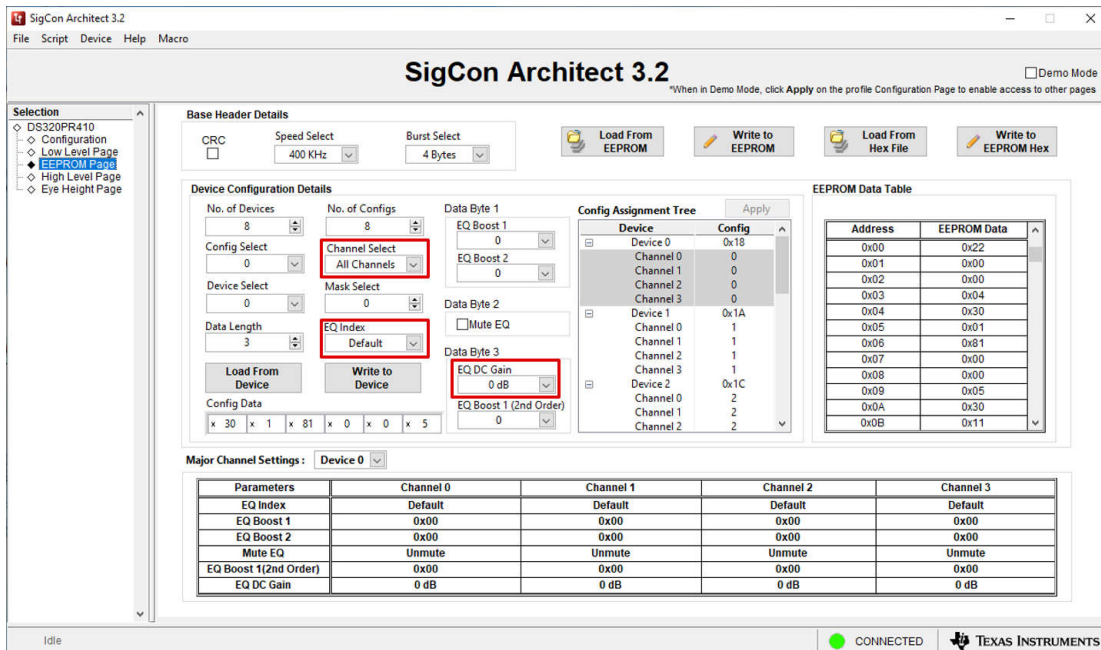

图 4-3. EEPROM 页面：通道选择、EQ 指数和 EQ 直流增益
3. 要选择所需的通道（一个或多个），请从下拉菜单中选择 *EQ Index*。*EQ Index* 下拉菜单会自动调整 *EQ Boost 1*、*EQ Boost 2* 和 *EQ Boost 1 (2nd Order)* 字段。选择所需的 *EQ DC Gain*。请注意，在 *Config Assignment Tree* 中，使用 *Channel Select* 下拉菜单选择的“Device 0”的通道均使用“Configuration 0”进行配置。继续对每个 *Device* 和 *Configuration* 执行该过程，为每个选项选择相应的 *EQ Index* 和 *EQ DC Gain*。图 4-3 展示了这些下拉菜单中的每一个菜单。